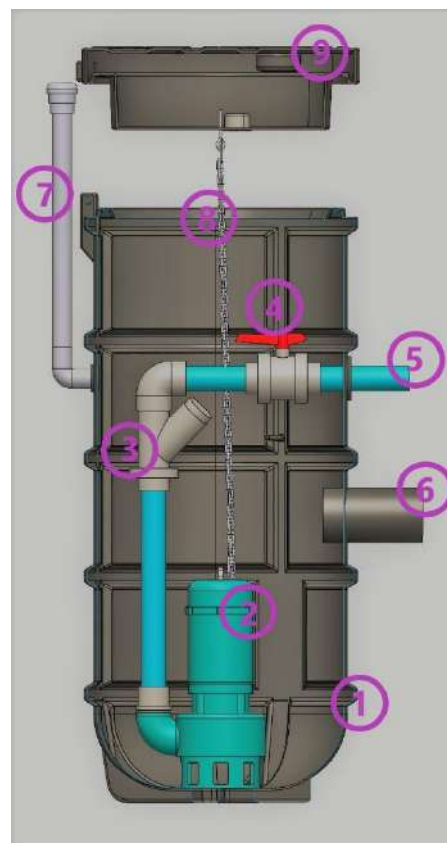

Fig 1 – Schema de componente a căminului de pompare
- Olandezul din amonte al robinetului bilă – Piesa 4 din Fig.1
- Olandezul clapetei anti-retur Y – Piesa 3 din Fig.1